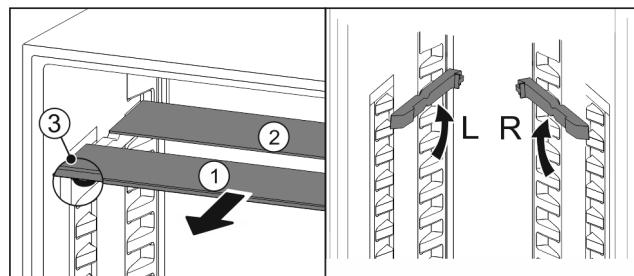

Fig. 92
- По одной извлеките Fig. 92 (1) стеклянные панели движением вперед.
- Стеклянная панель Fig. 92 (1) с декоративной планкой лежит спереди.
- Стопоры Fig. 92 (3) показывают вниз.